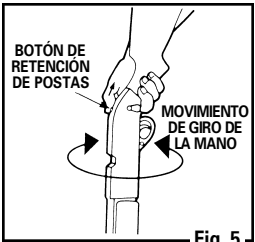
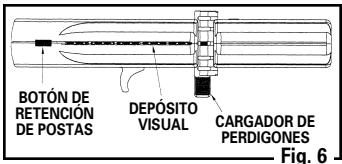

Fig. 5
Fig. 6
- Mueva hacia atrás el botón de retención de postas (Fig. 5).
- Girando la mano, sacuda y gire el rifle de aire comprimido (ver la Fig. 5) para llenar el depósito visual (ver la Fig. 6).
- Empuje el botón de retención de postas hacia adelante para mantener las postas en el depósito, **tal como se muestra en la Fig. 6.**
- Coloque el cargador de perdigones de manera que el cierre sea alimentado a través de una de las recámaras de perdigones en el cargador. (Ver la Fig. 6) **(A medida que empuja el cierre lentamente hacia adelante, puede ver la posta pasando por el cargador de perdigones)** (ver la Fig. 6). Ahora la posta está en posición para ser disparada por el cañón.